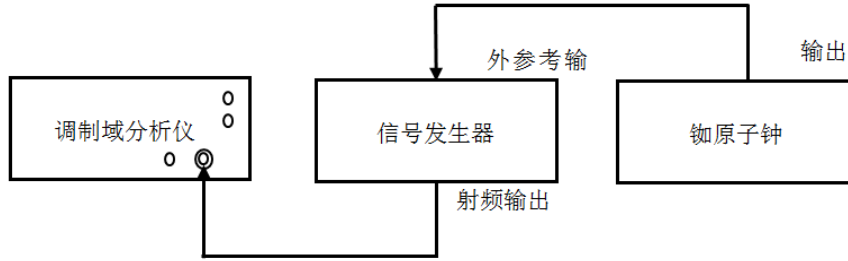

图 8.5 连接示意图 5
- a) 测试设备按规定要求预热，按图 8.5 连接测试设备，调制域分析仪与信号发生器不共时基，将信号发生器输出连接到调制域通道 C；